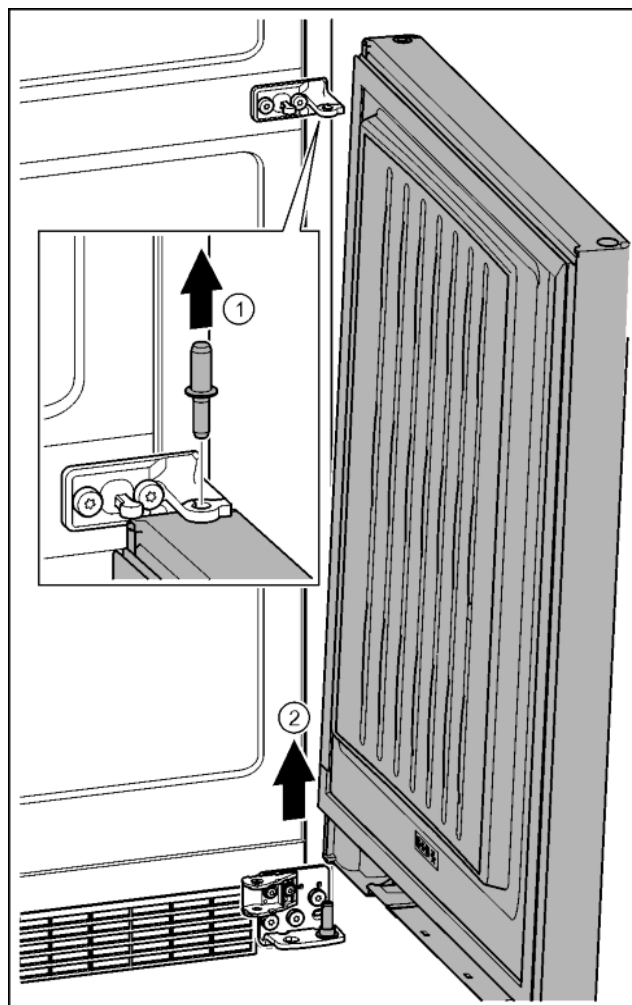

Fig. 27
- ▶ Felfelé húzza ki a csapszeget. Fig. 27 (1)
- ▶ Az ajtót fordítsa ki, húzza fel, és tegye félre. Fig. 27 (2)